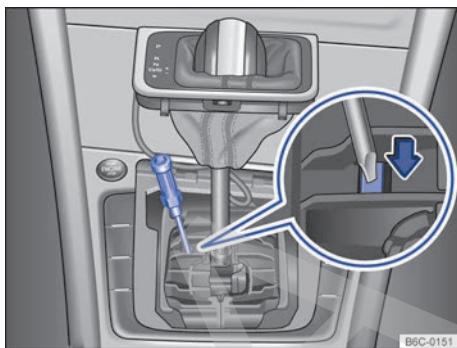

Fig. 94 Desinstalar la cubierta de la palanca selectora y desbloquear el bloqueo de la palanca selectora de emergencia.
- Con ayuda de un destornillador presionar cuidadosamente la palanca de desbloqueo en la dirección de la flecha y mantenerla en esa posición → fig. 94.